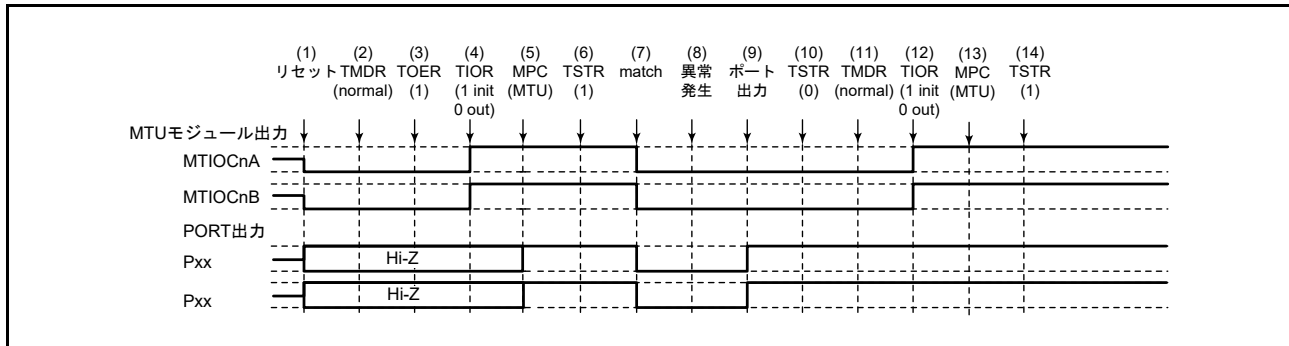

図 20.127 ノーマルモードで異常が発生し、ノーマルモードで復帰する場合
ノーマルモードで異常が発生し、再設定後ノーマルモードで再スタートする場合の説明図を図 20.127 に示します。
(1) ~ (10) は図 20.127 と共通です。
(11) PWM モード1を設定します。
(12) TIOR レジスタで端子を初期化してください。なお、PWM モード1では MTIOCnB (MTIOCnD) 端子に波形が出力されません。出力すべきレベルがある場合は、I/O ポートのポート方向レジスタ (PDR)、ポート出力データレジスタ (PODR) で汎用出力ポートの設定をしてください。
(13) MPC と I/O ポートのポートモードレジスタ (PMR) で MTU 出力としてください。
(14) TSTR レジスタで再スタートします。
(1)～(10)は図 20.127 と共通です。
(11) PWM モード2を設定します。
(12) TIOR レジスタで端子を初期化してください。なお、PWM モード2では周期レジスタの端子は初期化されません。初期化したい場合にはノーマルモードで初期化した後 PWM モード2に移行してください。
- (1) ~ (10) は図 20.127 と共通です。
- (11) 位相計数モードを設定します。
- (12) TIOR レジスタで端子を初期化してください。
- (13) MPC と I/O ポートのポートモードレジスタ (PMR) で MTU 出力としてください。
- (14) TSTR レジスタで再スタートします。
- (11) TIOR レジスタでノーマルモードの波形生成部を初期化してください。
- (12) TIOR レジスタでノーマルモードの波形生成部の動作を禁止してください。
- (13) TOER レジスタで MTU3、MTU4 の出力を禁止してください。
- (14) TOCR レジスタで相補 PWM モードの出力レベルと周期出力の許可 / 禁止を選択してください。
- (15) 相補 PWM モードを設定します。
- (16) TOER レジスタで MTU3、MTU4 の出力を許可してください。
- (17) MPC と I/O ポートのポートモードレジスタ (PMR) で MTU 出力としてください。
- (18) TSTR レジスタで再スタートします。